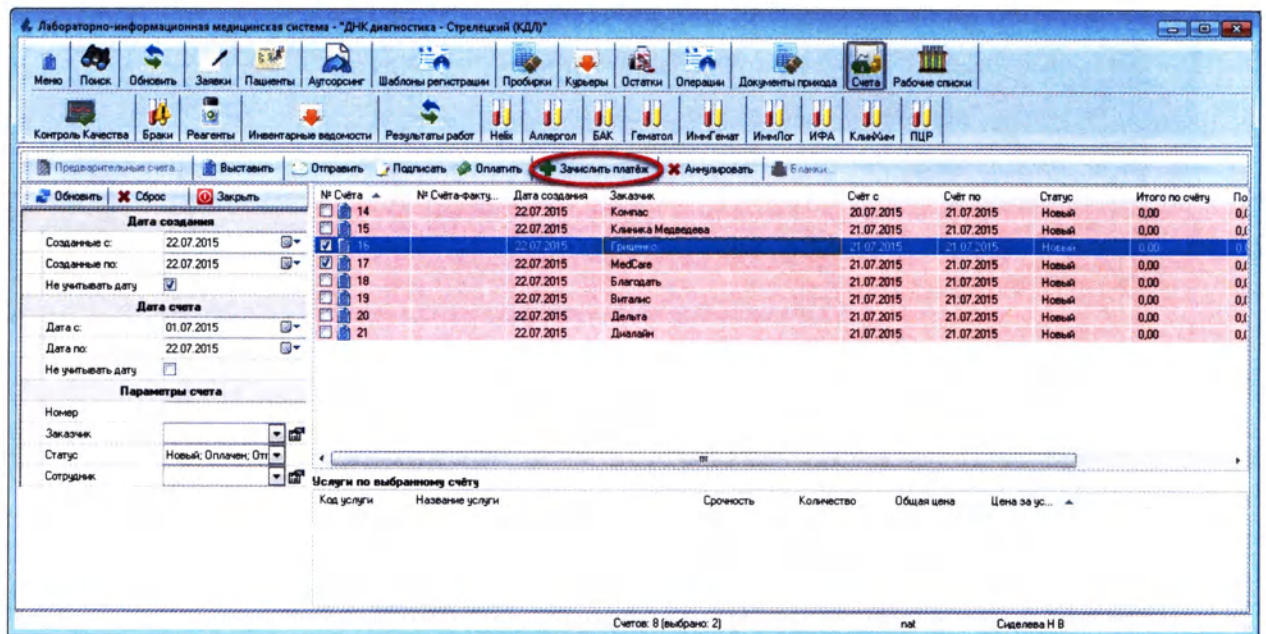

Рисунок 10.12
5. Чтобы зачислить платеж по счету, нажмите кнопку **«Зачислить платеж»** (Рисунок 10.12):